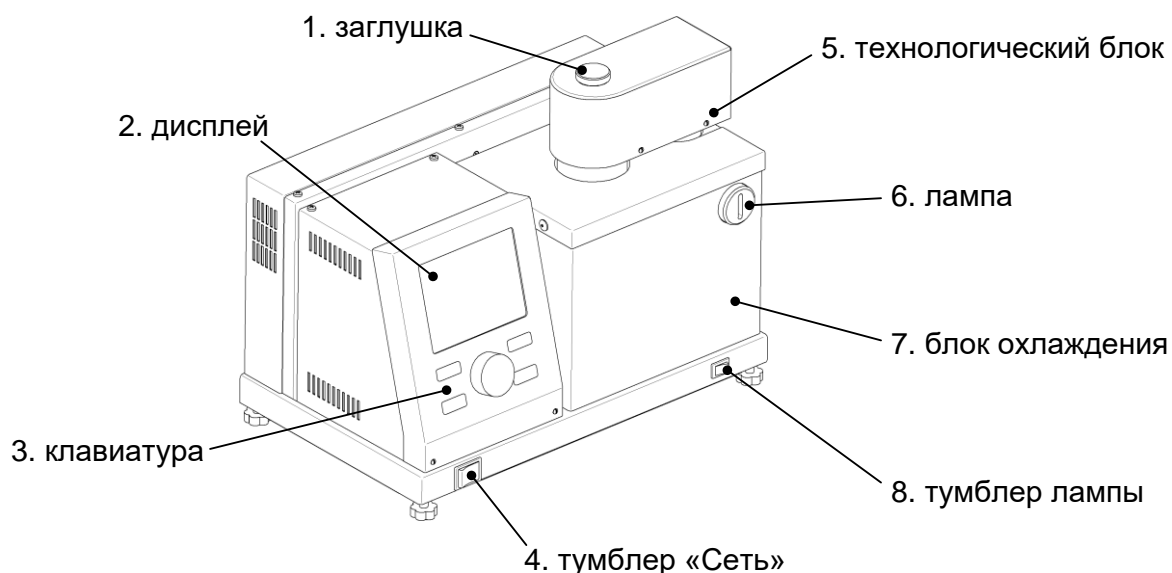

Рисунок 1 – Общий вид аппарата
3.3.1 Включить аппарат тумблером «Сеть» (рисунок 1 на странице 3, позиция 4) – на дисплее отобразится окно загрузки (рисунок 3, страница 5).
- 7) Режим работы аппарата – непрерывный. После окончания работы аппарат выключается тумблером «Сеть» на переднем торце аппарата (рисунок 1 на странице 3, позиция 4).